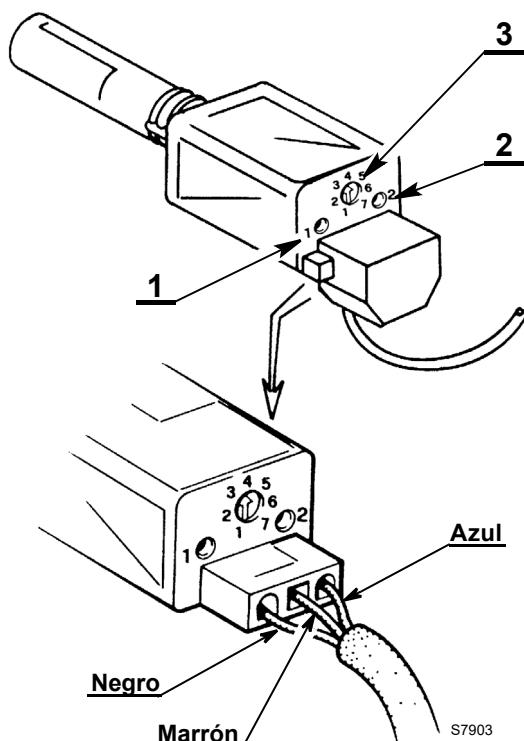

Fig. 14
- potenciómetro 3)(Fig. 14) regula la sensibilidad.
- Led 1)(Fig. 14) indica la sensibilidad.
- Led 2)(Fig. 14) indica el funcionamiento
- Girar el índice del potenciómetro 3)(Fig. 14) en sentido antihorario hasta que el led 1)(Fig. 14) parpadee, definiendo así el valor mínimo de la muesca.
- Girar el índice del potenciómetro 3)(Fig. 14) en sentido horario hasta determinar una luminosidad estable del led 1)(Fig. 14).